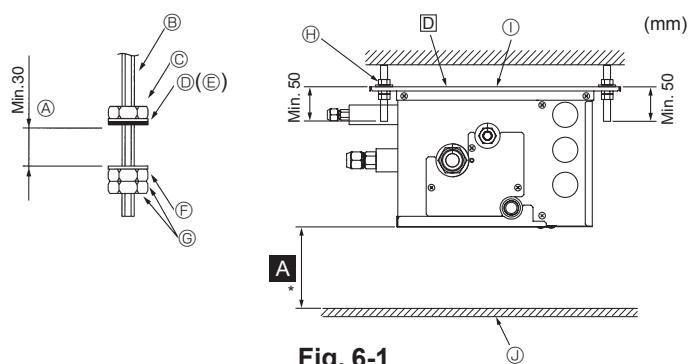

Fig. 6-1
- (2) Fissare rondelle e dadi (①, ②, non in dotazione) sui bulloni di sospensione. (Fig. 6-1)
- (3) Appendere l'unità ai bulloni di sospensione.